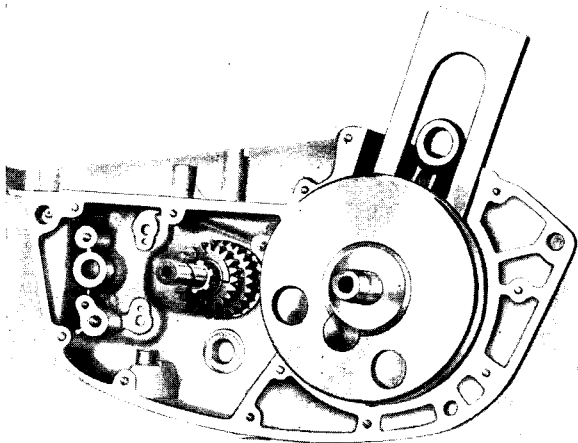

Bild 9
17. **Vorgelegewelle** mit allen Rädern herausnehmen, Schaltautomat aus der linken Gehäusehälfte entfernen, Kupplungswelle von der Kupplungsseite aus herausdrücken (Bild 9).